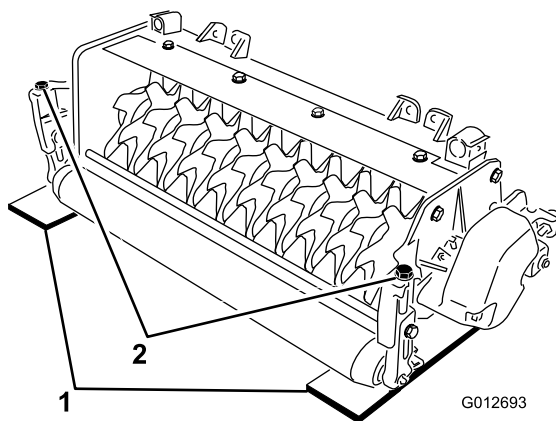

図 4
2. 希望する深さ刃が地面に食い込む深さと同じ厚さのゲージバーを 2 枚用意し、ユニットの左右で後ローラとバーチカッターリールの下にあてがう 図 4。